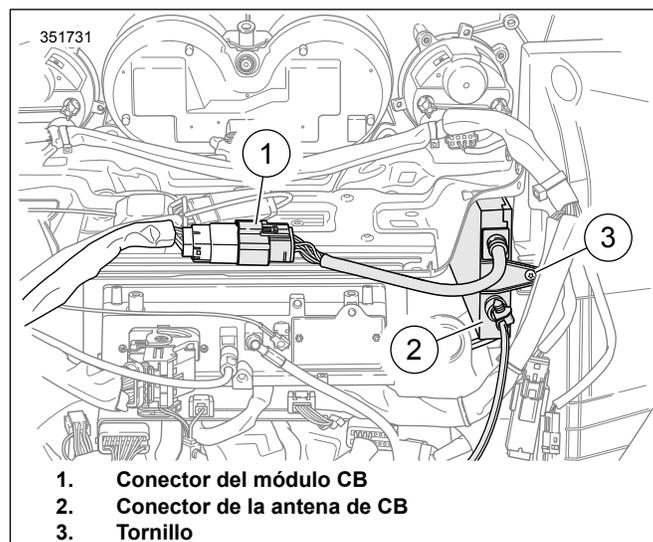

Figura 3. Conectores del arnés del fuselaje interior
5. Ver Figura 3 . Enchufe el conector hembra de 12 patillas al CB [184] (1).